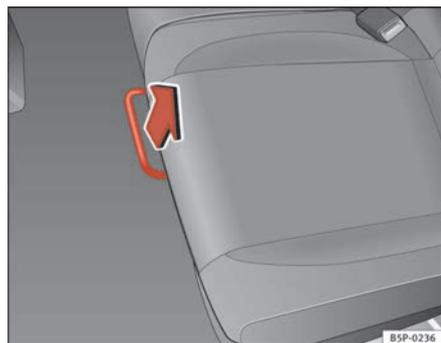

Fig. 97 Barre de déverrouillage de la banquette arrière
- Sur la position assis, déverrouiller le levier dans le sens de la flèche ⇒ fig. 97.